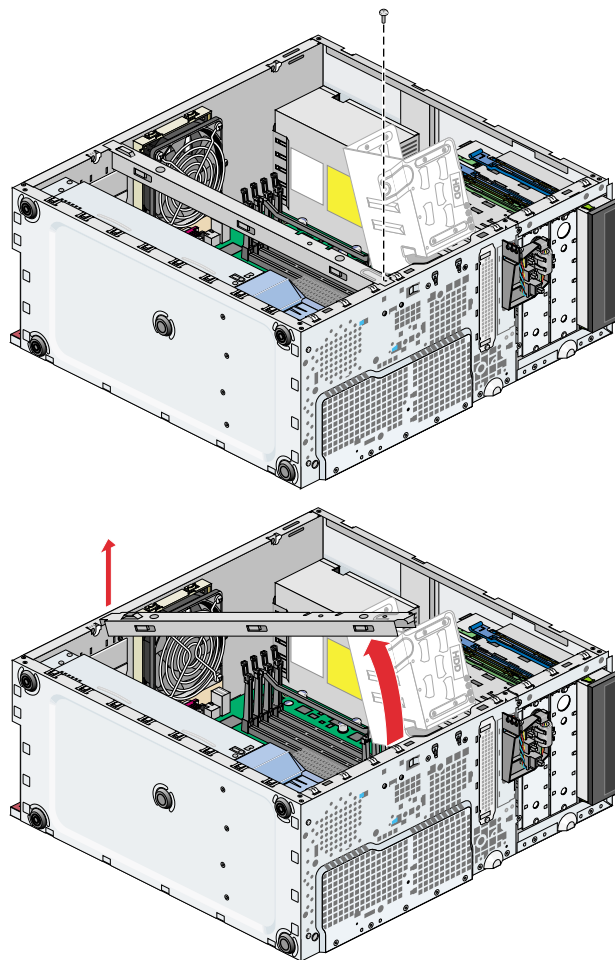

図 4-24 シャーシ補強バーの取外し
3. シャーシ補強バーをシャーシに固定しているねじを取外します。続いて、シャーシ補強バーをシャーシ背面の方向に回転させて取外します。図 4-24 を参照してください。